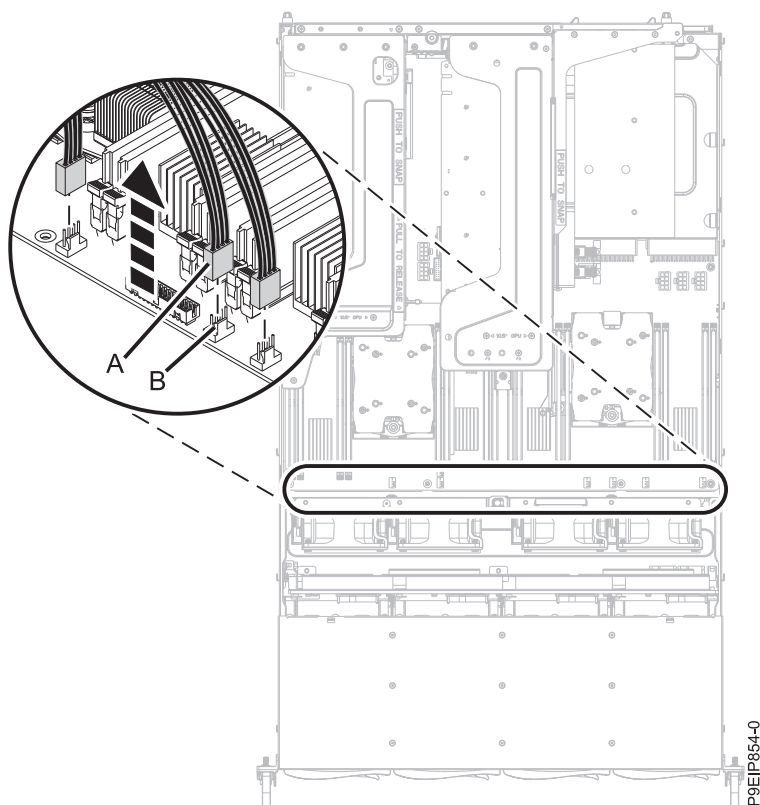

Figure 63. Déconnexion des câbles du ventilateur
6. Déconnectez les quatre câbles d'alimentation du ventilateur du fond de panier système, comme indiqué dans la figure 63, à la page 58. Enfoncez la patte du connecteur **(B)** et ôtez avec soin le connecteur **(A)** du fond de panier système. Ne tirez pas sur les fils.